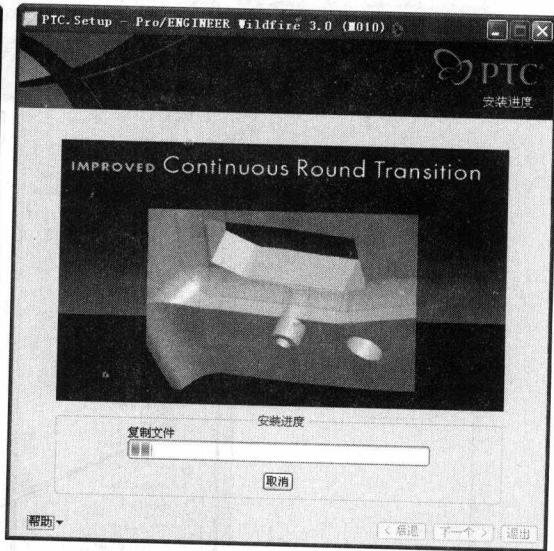

图 1-13 安装进度
(10) 单击【安装】按钮，开始安装 Pro/ENGINEER Wildfire 3.0，并显示安装进度，如图 1-13 所示。